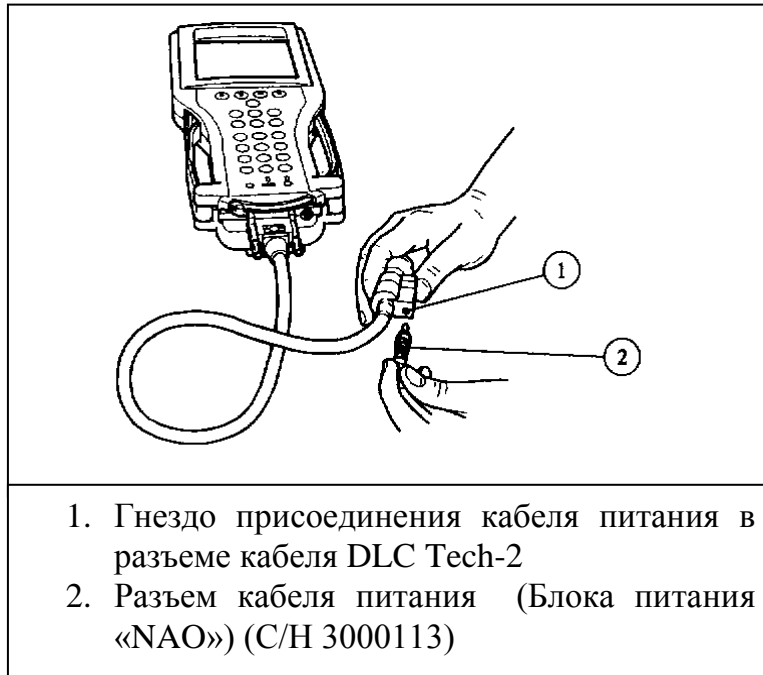
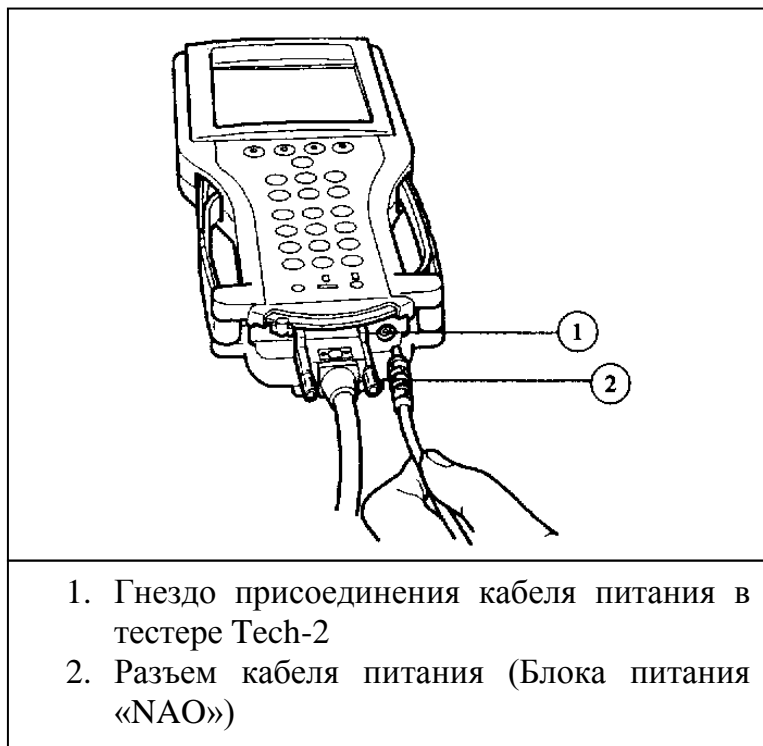

Рисунок 3-5
Рисунок 3-6
4. Найдите блок питания NAO (С/Н 30000113) и соответствующий шнур питания в кейсе для хранения и транспортировки прибора. Установите разъем кабеля питания прибора Tech-2 в соответствующее гнездо кабеля DLC (процедуру подсоединения смотрите рис.3-5) или в другой разъем прибора Tech-2 расположенный рядом с разъемом DLC (процедуру подсоединения смотрите рис.3-6).